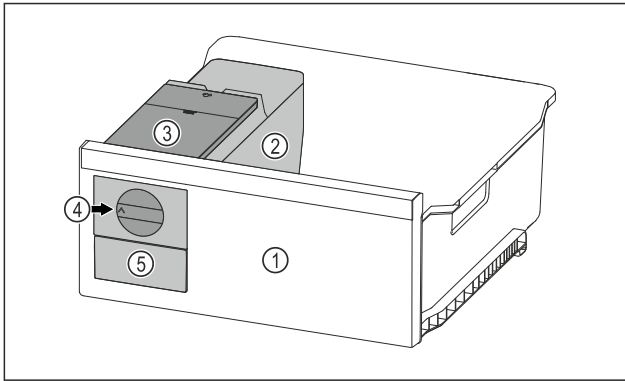

Fig. 70 Représentation à titre d'exemple
- Tourner le bouton rotatif Fig. 70 (4) dans le sens horaire jusqu'à la butée.
► Les glaçons tombent du bac à glaçons dans le tiroir à glaçons Fig. 70 (5).